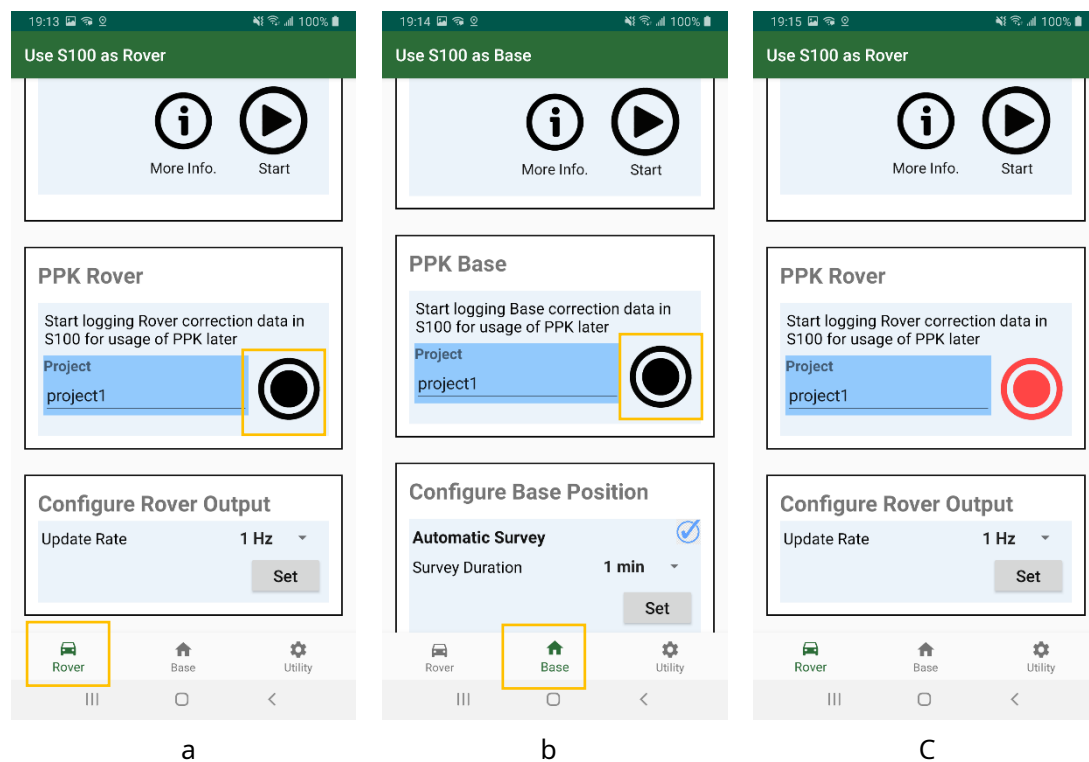

Figura 5-4
1. En la pestaña móvil o base, haga clic en el botón REC negro para iniciar el S100 y registrar datos de medición sin procesar en su memoria flash. Consulte la Figura 5-4 a, b.
2. Cuando el S100 comienza a registrar datos de medición sin procesar, el botón REC se vuelve rojo y parpadea. Consulte la Figura 5-4 c.